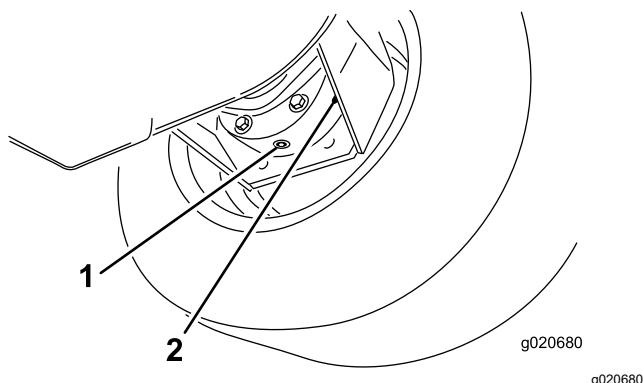

Figura 71
3. Mettete una bacinella sotto la scatola del freno, togliete il tappo di spurgo e lasciate defluire l'olio (Figura 71).